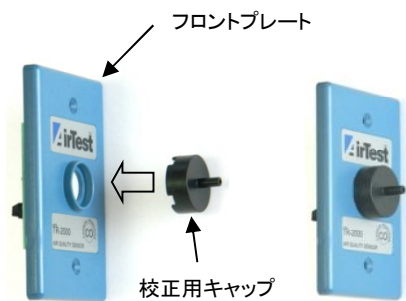

図 9 校正用キャップの取付
2. フロントプレート前面中央に校正用キャップを差し込みます。(図 9)